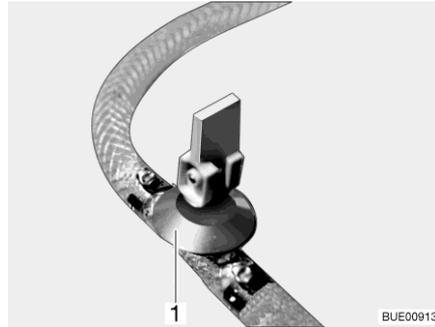
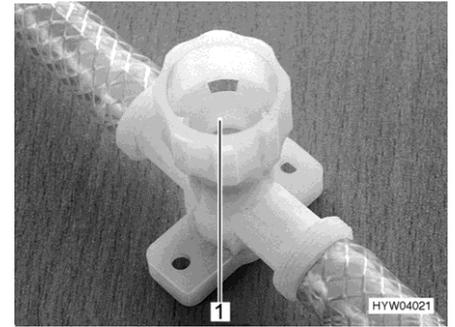

Fig. 258 Rubinetto di scarico (con leva a bilanciere)
Fig. 259 Rubinetto di scarico (con tappo a vite)
- Aprire tutti i rubinetti di scarico. Mettere la leva a bilanciere del rubinetto di scarico (Fig. 258,1) in posizione verticale o chiudere il coperchio del rubinetto di scarico (Fig. 259,1) in senso antiorario.